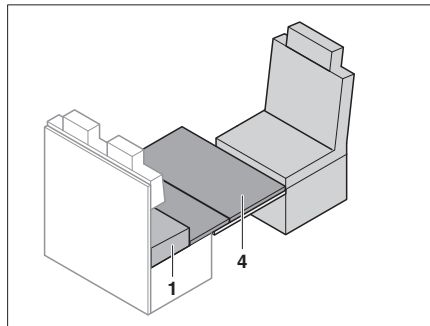

Bild 188 Notbettunterlage auflegen
- Notbettunterlage (Bild 188,4) auf den Tisch legen. Die vordere Kante der Notbettunterlage dabei direkt an den Fahrersitz anlegen.